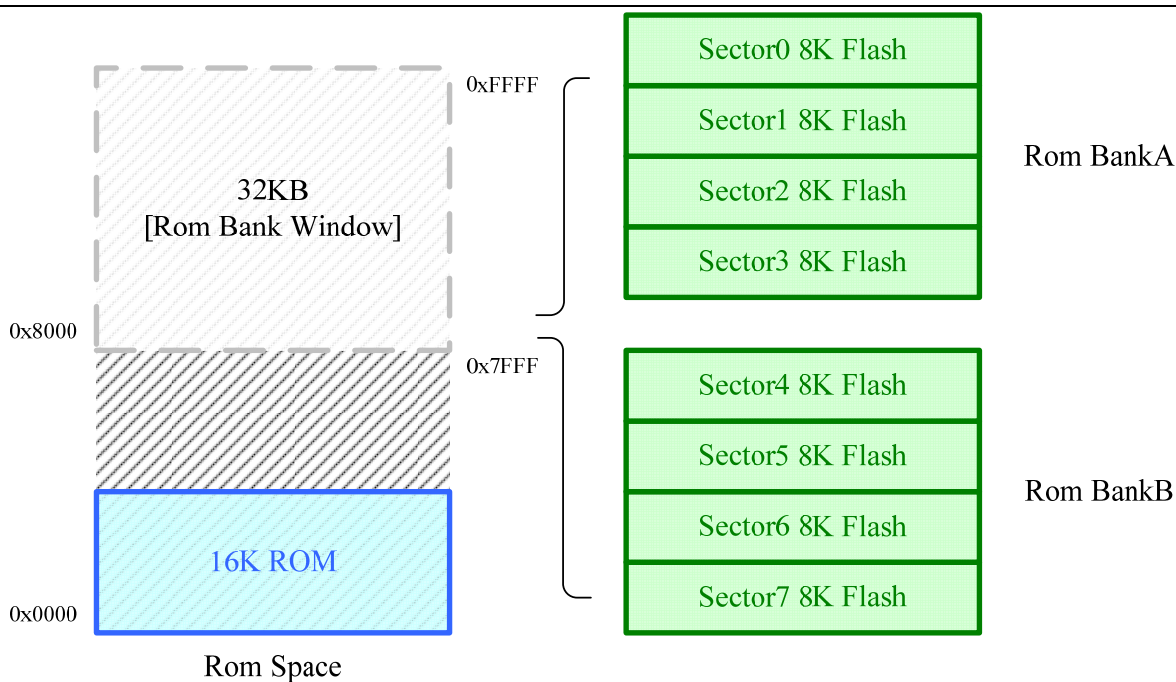

图 4-1 Rom Bank Assignment Map
Z8D64U的Rom存储器空间分配如图 4-1所示:
- 2、ROM Map映射如图 4-1, 图中绿色区域A0~A3, B4~B7 块分别对应 64K Flash由低到高的 8 个 8K字节存储块, 蓝色为 16K ROM。
- 3、由图 4-1可见在RomSpace上, 低 16k寻址空间 (ROM: 0x0000 ~ 0x3FFF) 固定对应 ROM, 高 32K寻址空间 (ROM: 0x8000 ~ 0xFFFF) 为Rom Bank Window, 可通过配置 ROMBANK来切换不同的Memory Block。